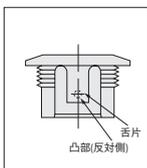

図2
5. 圧力計自体をパネルマウントケースより取りはずす場合は、取付リングをはずしてから、パネルマウントケース下部に設けられている舌片を指先でめくり上げ、圧力計を押し下すと簡単に取りはずせます。舌片をめくらずに無理に圧力計を取りはずそうとしますと、舌片の内側にある脱落防止用の凸部が損傷する可能性がありますので注意してください。(図2参照)